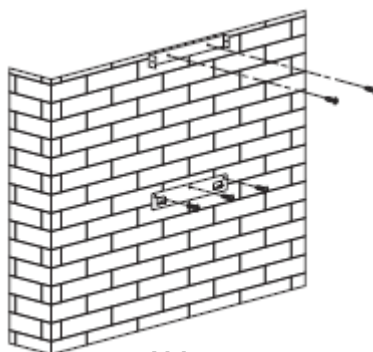

Abb. 2
3. Montieren Sie den Haken an einer geeigneten Stelle, sobald die Installationshöhe festgelegt ist, und halten Sie ihn in einer Linie. Die fixierte Position der inneren Rauchfanghalterung ist der höchste Punkt des Rauchfangs. Siehe Abb. 2.